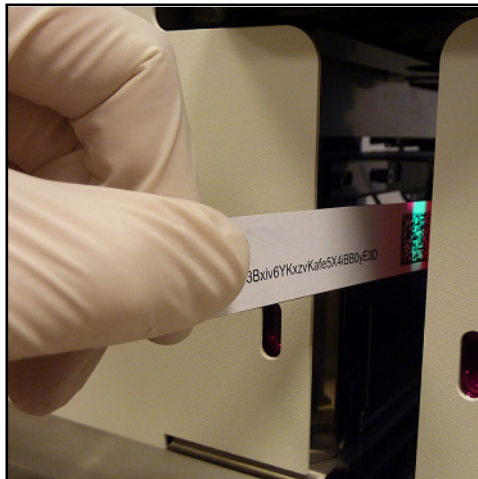

Abbildung 18: Verwendung der Registrierungscode--Karte zum Registrieren neuer Streifen
- 2** Setzen Sie die Registrierungscode-Karte (mit LabUMat 2 gekennzeichnet) so in den Rack-Förderer ein, dass der 2D-Barcode nach rechts zeigt (Abbildung 18).
- ① Nach einer erfolgreichen Streifenregistrierung, erhöht sich die Anzahl der verfügbaren Streifen, die im Menü **Messung** angezeigt wird, um die Anzahl der Streifen, die im Registrierungscode gespeichert sind.